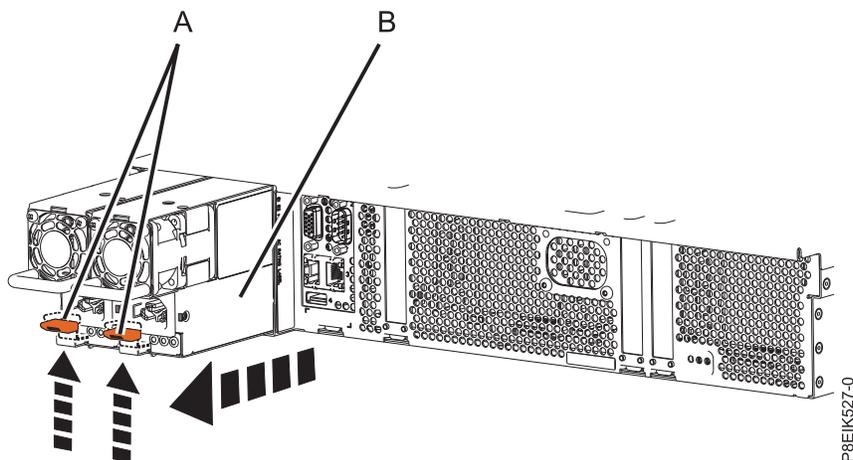

Figura 45. Extracción de una fuente de alimentación del sistema
- a. Para desencajar la fuente de alimentación de su posición en el sistema, tire de la pestaña de bloqueo de color terracota (A). Consulte la Figura 45.
- b. Sujete el asa de la fuente de alimentación con una mano y tire de la fuente de alimentación (B) parcialmente haciéndola salir del sistema.